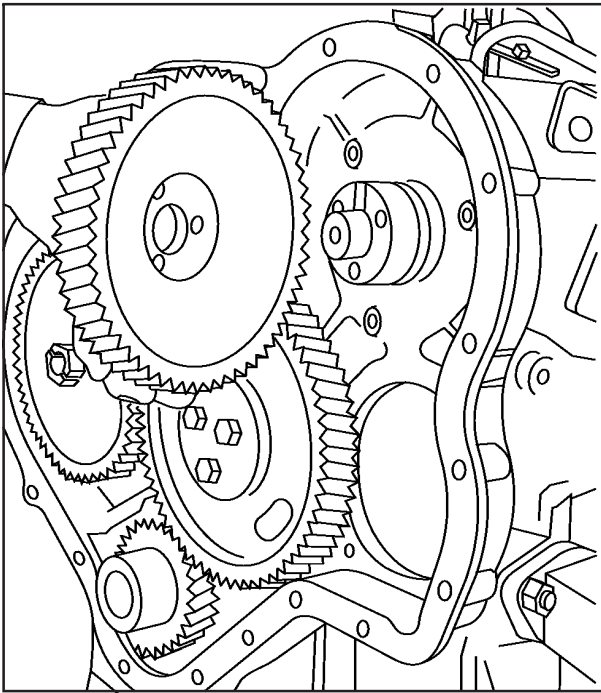

FIG 20
15. Monte a engrenagem da bomba injetora , posicionando o pino-guia na ranhura do pistão da bomba, **Fig. 20.**